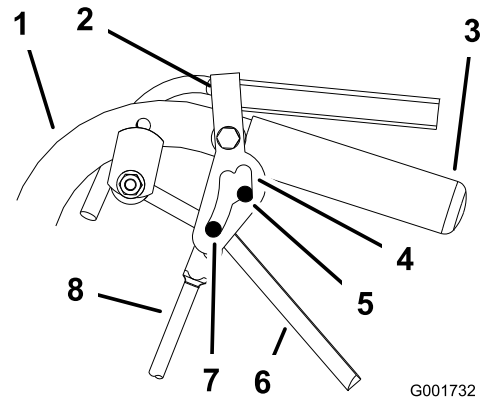

Bild 37
- Lösen und aktivieren Sie die Neutralarretierung und stellen Sie sicher, dass sich der Reifen nicht dreht (**Bild 37**).